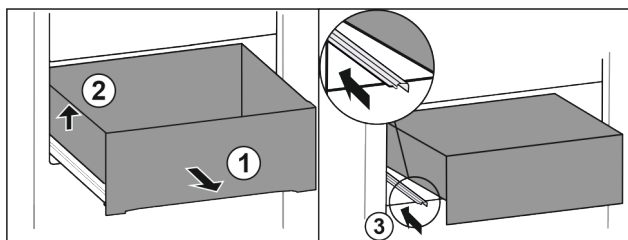

Fig. 82
- Dra ut utdragslåda fram till stopp. Fig. 82 (1)
- Lyft utdragslåda på vänster sida. Fig. 82 (2)
- Skjut in vänster skena. Fig. 82 (3)